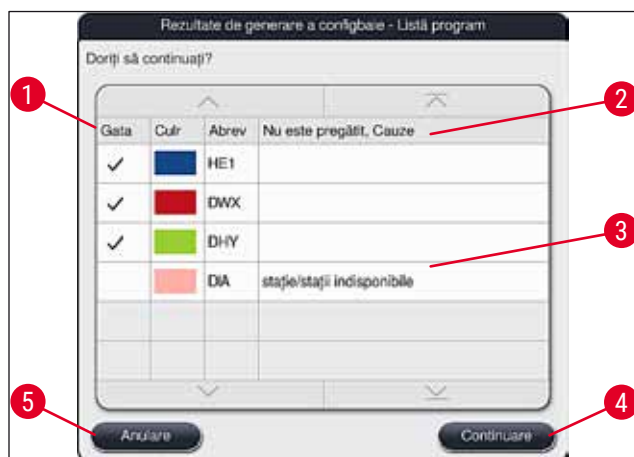

Fig. 51
- Dacă au fost selectate mai multe programe decât pot fi integrate în Configbaie, utilizatorul este informat prin afișarea **Rezultate de generare a configbaie** (→ "Fig. 51"). Programele integrate în mod reușit sunt marcate cu un semn de bifare în coloana **Gata** (→ "Fig. 51-1").